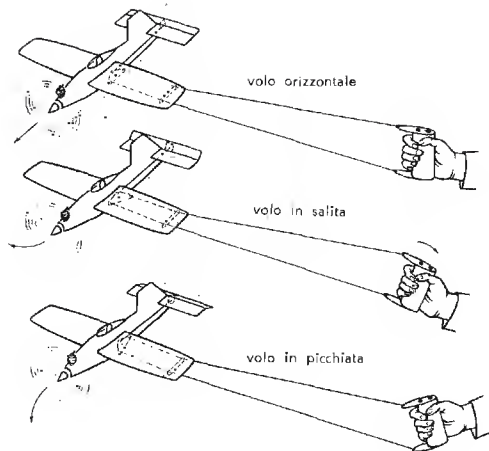

Fig. 562. I principi per il comando del volo frenato.
Costruzione di una manopola per il comando. Ci occorre semplicemente un pezzetto di legno o un'impugnatura della lunghezza di circa 12 cm. Fissiamo all'estremità, come indicato nella figura 567, due pezzetti di legno compensato, ai quali agganciamo due fermagli da ufficio (clips). Assicuriamo a questi, successivamente, due fili di perlon (fune per lenze), del diametro di 0,25 mm che dovranno avere esattamente la stessa lunghezza di 6-7 m, ai cui capi applicheremo di nuovo due clips. Se ora agganciamo i cavi agli occhielli della parte (8) e un aiutante tiene il modello, vediamo, tirando alternativamente i cavi, muoversi il timone di profondità. Ci si imprima quindi bene in mente a quale movimento della manopola corrisponde il cabrare ed a quale il picchiare del modello. Normalmente si mantiene la manopola in modo che, tenendola verticale e tirando il cavo superiore (ossia tirando la leva verso di noi), l'aereo cabri, mentre il movimento opposto ha come conseguenza il picchiare del modello (fig. 562).